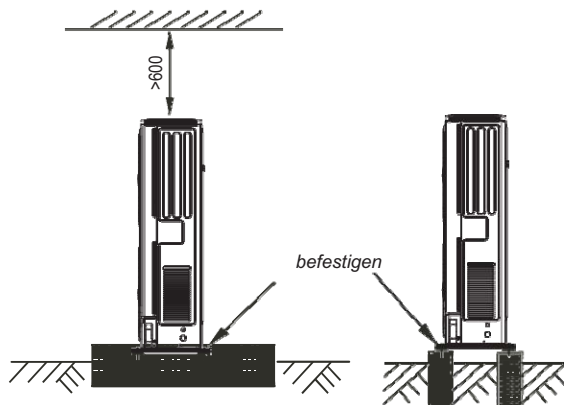

Abb. 3-5
- Bilden Sie eine Betongrundsicht den Bestimmungen der Außeneinheit entsprechend. (Siehe Abb. 3-5).
- Befestigen Sie die FüÙe der Einheit mit Bolzen, um die Lösung bei Erdbeben oder starkem Wind zu verhindern. (Siehe Abb. 3-5)